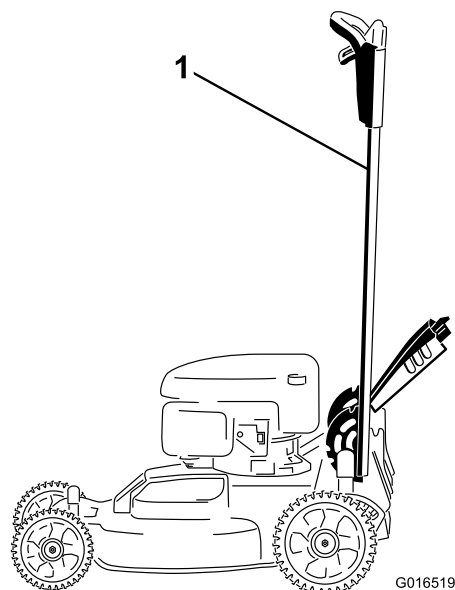

Figura 40
1. Bloccate la maniglia in posizione verticale (Figura 40); vedere Regolazione dell'altezza della maniglia (pagina 11).